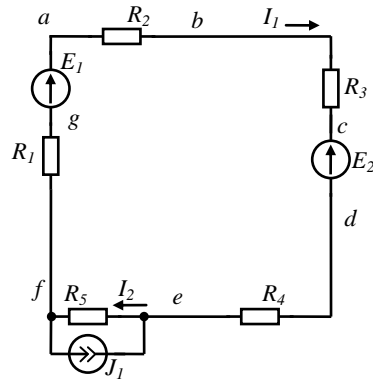

Рис. 4. Схема цепи
3. Для электрической цепи, приведенной на рис. 4, определить потенциалы всех точек относительно точки "а" и построить потенциальную диаграмму. Данные для расчета: $E_1=25\text{В}$, $E_2=12\text{В}$, $J_1=2\text{А}$, $R_1=10\text{Ом}$, $R_2=5\text{Ом}$, $R_3=7\text{Ом}$, $R_4=2\text{Ом}$, $R_5=3\text{Ом}$.